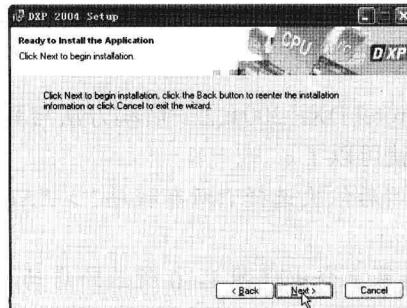
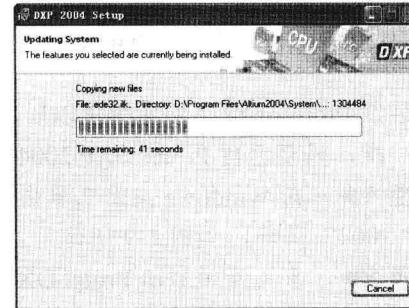

图 1-5 安装准备就绪界面
图 1-6 安装进度界面
**步骤 5▶** 单击 **Next >** 按钮，系统弹出准备就绪界面，如图 1-5 所示。继续单击 **Next >** 按钮，开始安装软件。安装过程中进度条将实时显示安装进度，如图 1-6 所示。